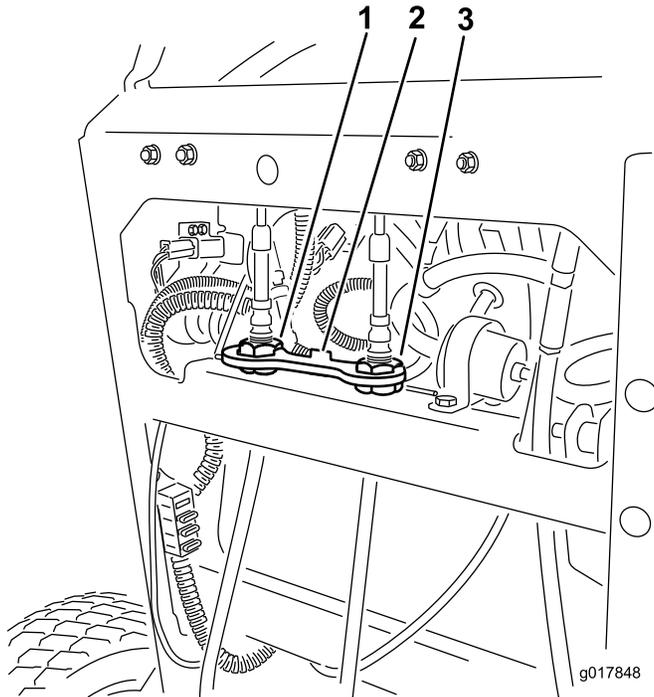

Bild 56
4. Drehen Sie die rechte Kabeleinstellung so, dass der rechte Fahrtriebshebel in der Mittel des Arretierungsschlitzes für Neutral am Armaturenbrett ist (Bild 56).